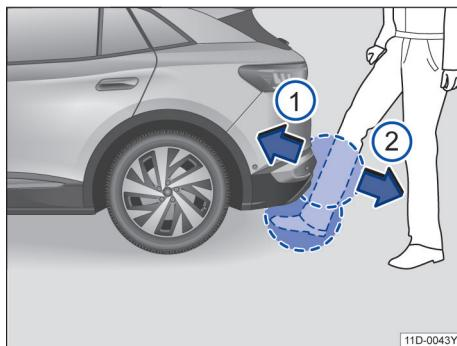

图 55 感应式关闭行李厢盖 (Easy Close)
- 脚和小腿快速移动到靠近保险杠处。小腿必须位于上部传感区内，脚必须位于下部传感区内→ 图 55。